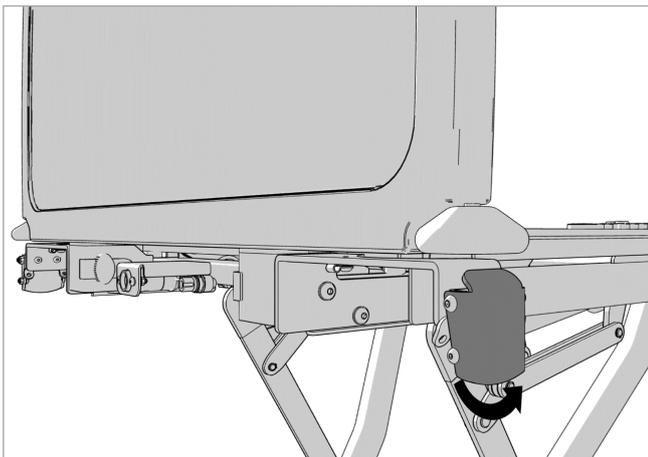
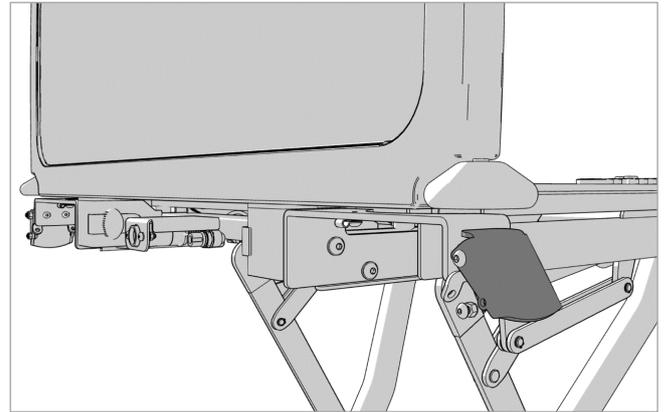

Figure 10.3
Figure 10.4
2. Tirez le levier de RCP en l'éloignant du lit, comme illustré à la Figure 10.3 et Figure 10.4 en continuant à tenir le levier de RCP jusqu'à ce que le dossier soit complètement à plat.